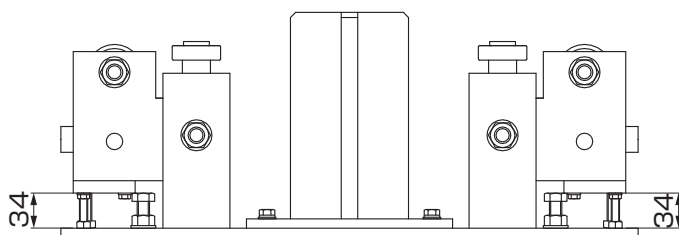

図8-6
- ベースローラー高さは工場出荷時に水平な状態で出荷されています。(図8-6参照)